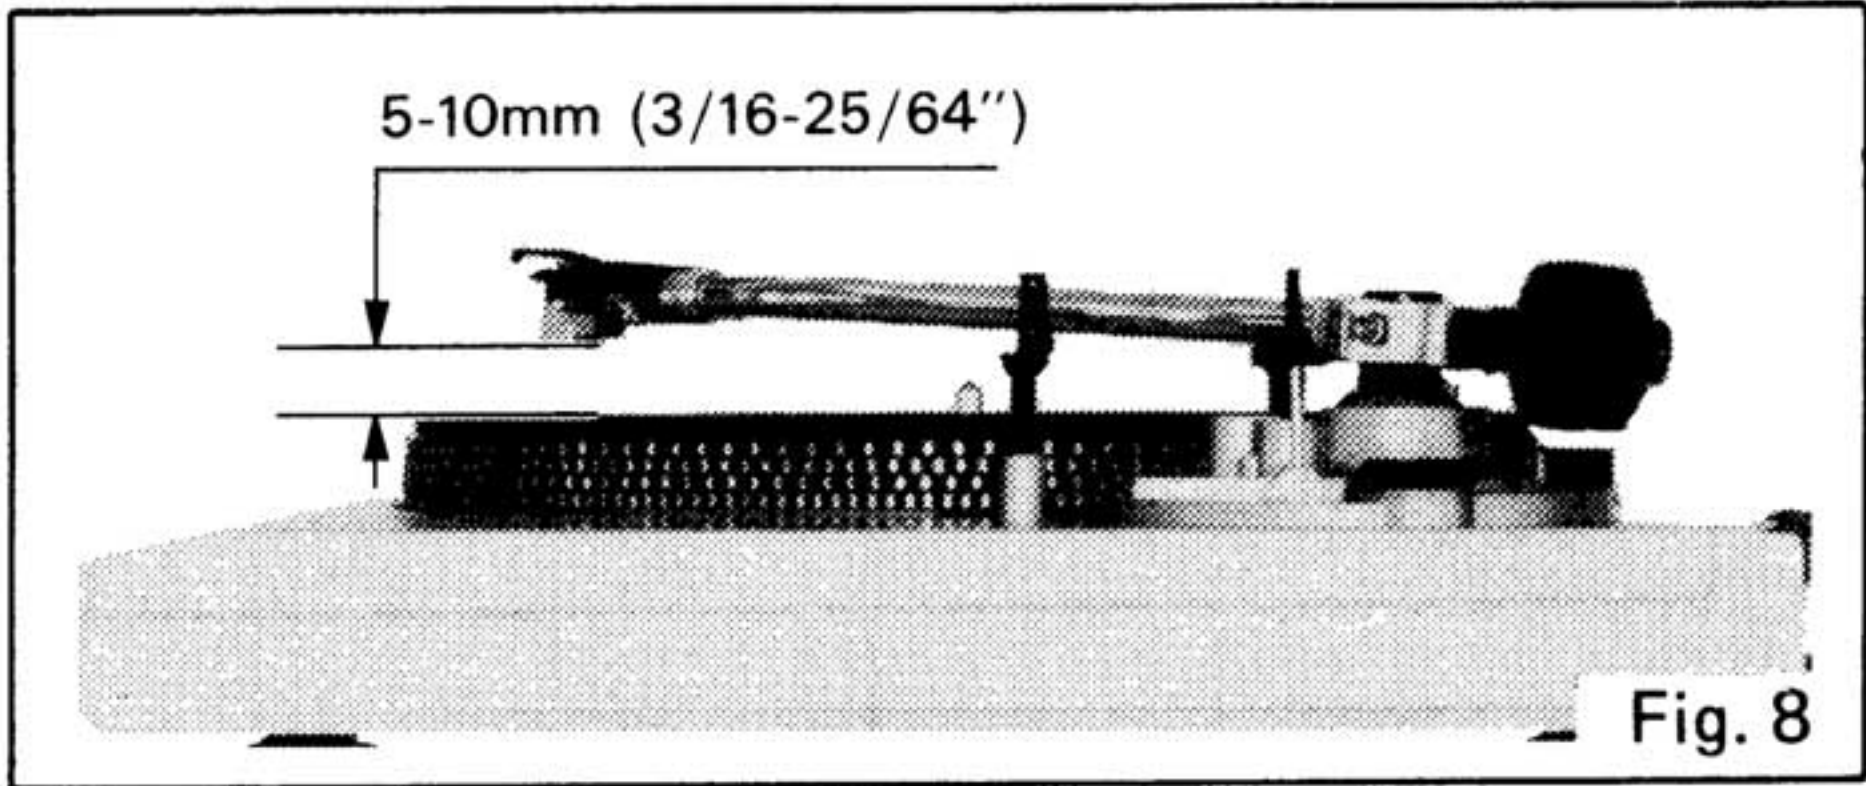

Fig. 8
Adjustment of arm-lift height (See Figs. 8 and 9.)
Justierung der Tonarmlifthöhe (Vgl. Abb. 8 und 9.)
■ REGLAGES**Mise au point de la hauteur de l'élévateur du bras (Voir Figs. 8 et 9.)**